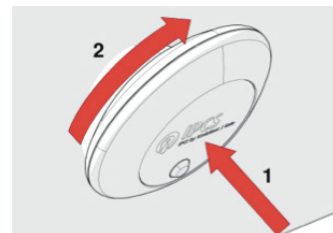

Bild 3: Platzieren Sie das Gehäuse auf dem montierten Grundelement und drehen Sie es im Uhrzeigersinn.
- Installieren Sie das Gehäuse auf das Grundelement entsprechend Bild 3. Das Produkt ist betriebsbereit.